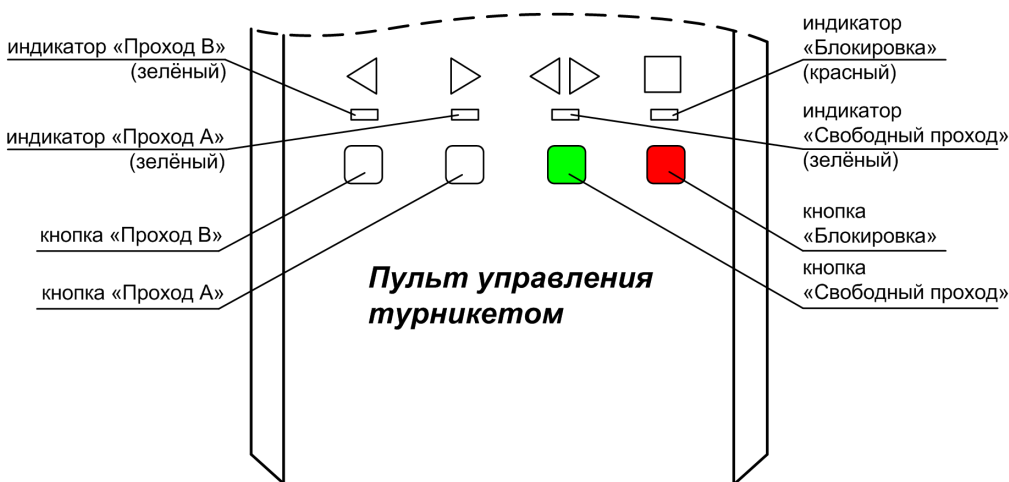

Рис.3 Пульт управления турникетом
Пульт управления турникетом (рис.3) предназначен для ручного дистанционного управления турникетом. Имеет четыре кнопки для включения (отключения) следующих режимов турникета (в порядке возрастания приоритета):
- в режиме «Ожидания» нажмите и удерживайте на пульте кнопку «▶» («Проход А») (рис.3). Засветится зелёным соответствующий индикатор состояния турникета – разрешен однократный проход, проверните планки, отпустите кнопку. Соответствующий индикатор состояния турникета засветится красным – турникет снова в режиме «Ожидания»;